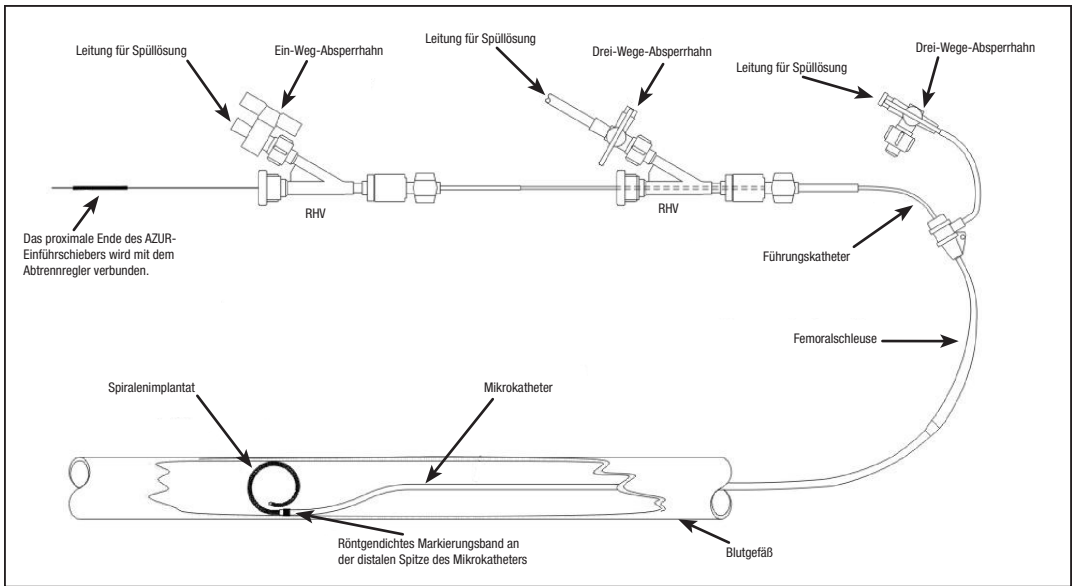

Abbildung 1 – Darstellung des Aufbaus des AZUR-Systems
1. Siehe Darstellung des Aufbaus in Abbildung 1.
5. Einen Führungskatheter unter Verwendung der üblichen interventionellen Verfahren in das Gefäß einführen. Der Führungskatheter sollte einen Innendurchmesser (ID) haben, der groß genug ist, um eine Kontrastmittelinjektion zu ermöglichen, während der Mikrokatheter platziert ist. Dies ermöglicht ein Fluoroskopie-Roadmapping während des Eingriffs.